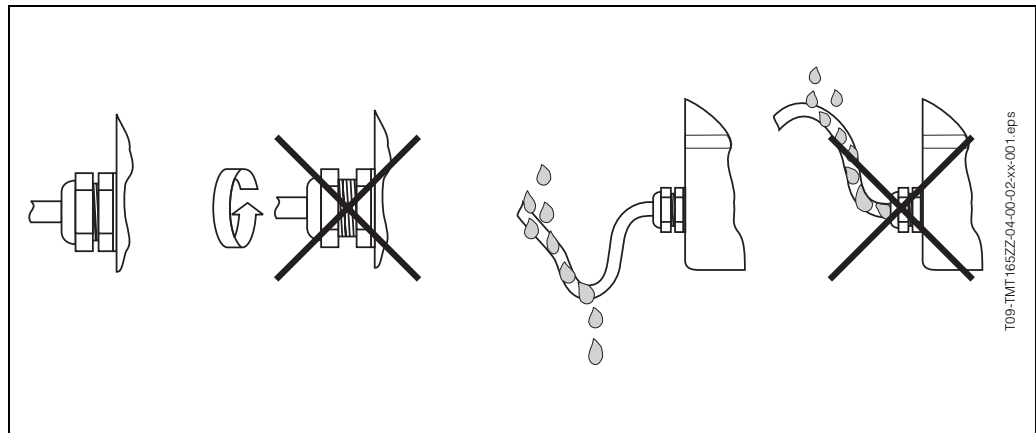

Abb. 4-4 Montagehinweise für Kabeleinführungen
- Kabel vor der Kabeleinführung in einer Schlaufe verlegen ("Wassersack", Abb. 4-4). Auftretende Feuchtigkeit kann so nicht zur Einführung gelangen. Bauen Sie das Messgerät zudem immer so ein, dass die Kabeleinführungen nicht nach oben gerichtet sind.